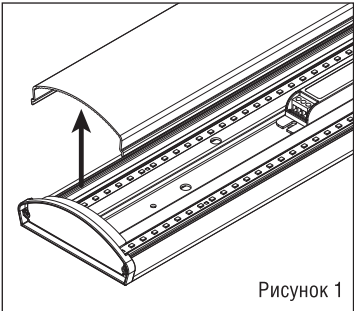

Рисунок 1
- 2. Снимите рассеиватель со светильника (Рисунок 1), наметьте место будущей установки светильника и просверлите два отверстия.